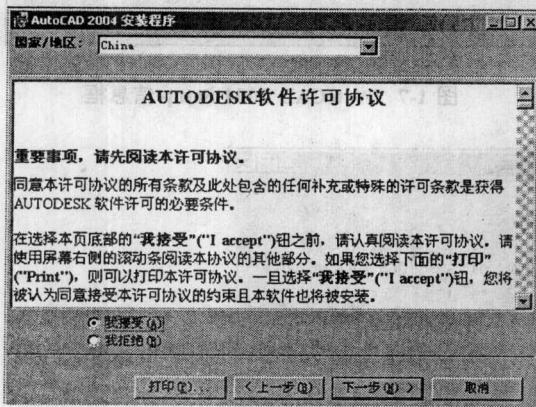

图 1-2 软件许可协议对话框
- ⑥ 在该界面上单击“下一步”按钮，出现 Software License Agreement(AUTODESK 软件许可协议)对话框。在“选择注册的国家”(Select your country of residence)下拉列表框中选择“中国”(People's Republic of China)项，并单击“我接受”(I accept)按钮。如图 1-2 所示。